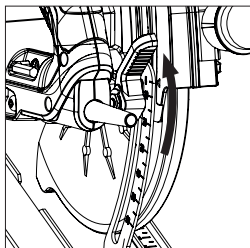

Fig. 10
- Afloje el mecanismo de bloqueo del ajuste de profundidad tirando de la palanca de funcionamiento hacia arriba. (Fig. 10) (CCSL mostrado. Todos los demás modelos son similares).